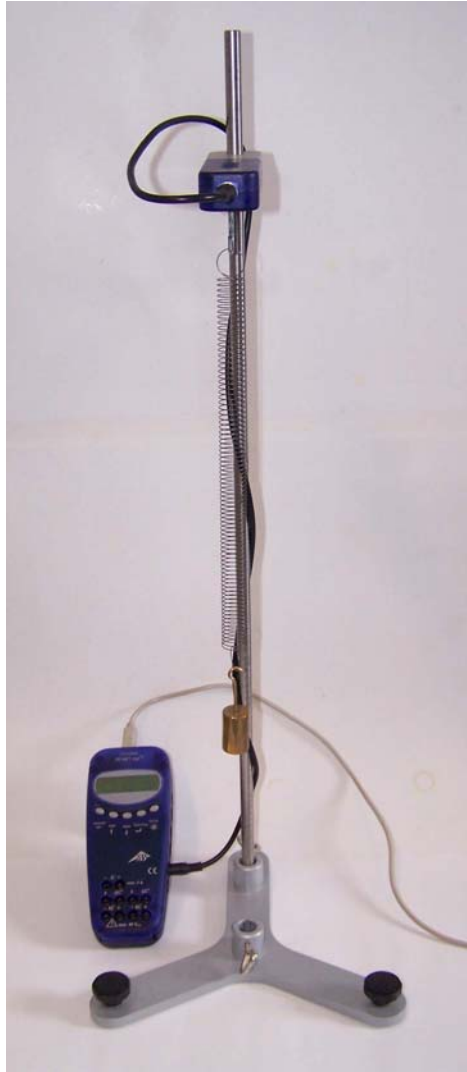

Fig. 1 Misurazione delle oscillazioni in un sistema massa - molla debolmente smorzato
- Struttura di prova come da Fig. 1.